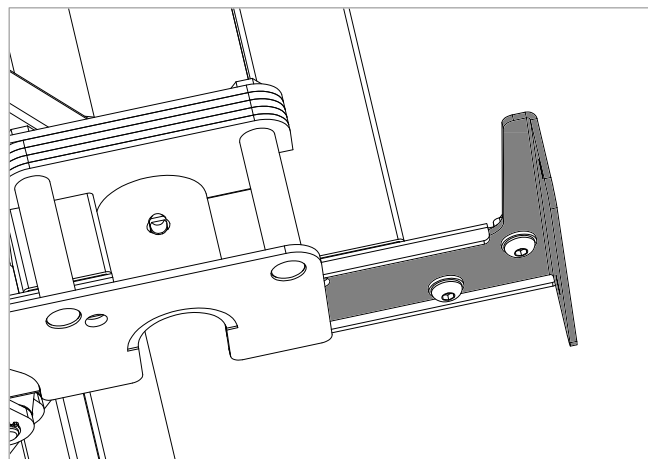

Figure 6.3
3. Assurez-vous que les supports de tête de lit et de pied de lit sont dans la bonne position pour la longueur de la barrière latérale en tissu à installer (voir Figure 6.3) :